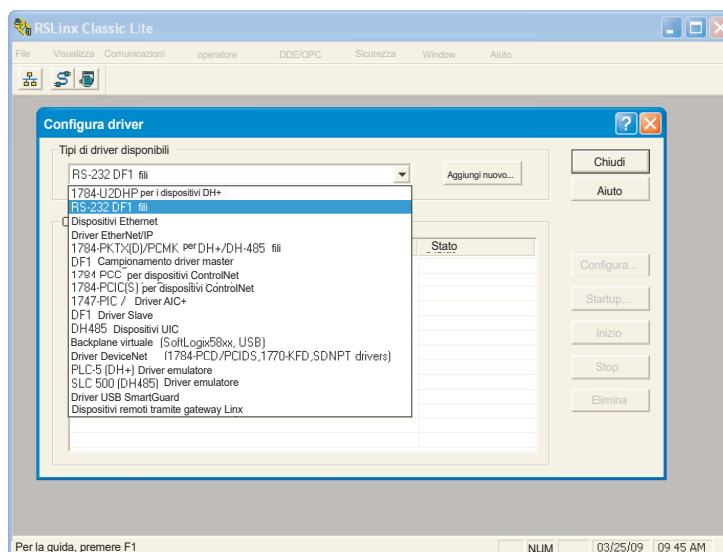

Figura 4.3.21d Configurazione dei driver
2. Fare clic su "Communications" (Comunicazioni) e selezionare "Configure Drivers" (Configura driver). Quando si apre la finestra "Configure Drivers" (Configura driver), selezionare "RS232 DF1 devices" (Dispositivi RS232 DF1) nel menu a discesa "Available Drive Types" (Tipi di drive disponibili) (figura 4.3.21d).